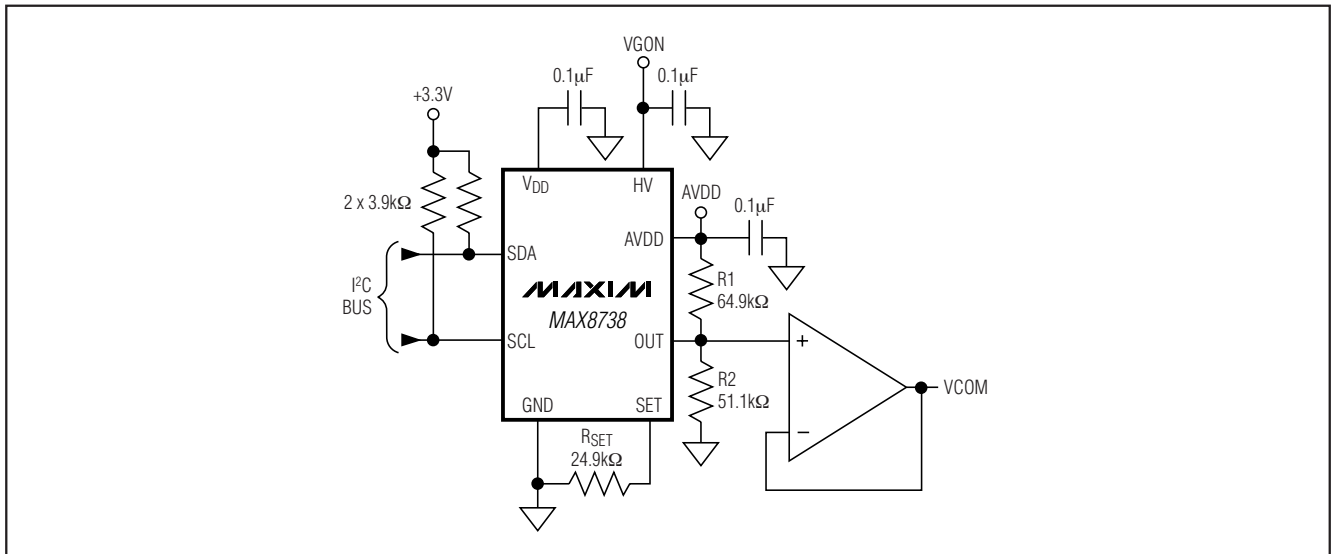
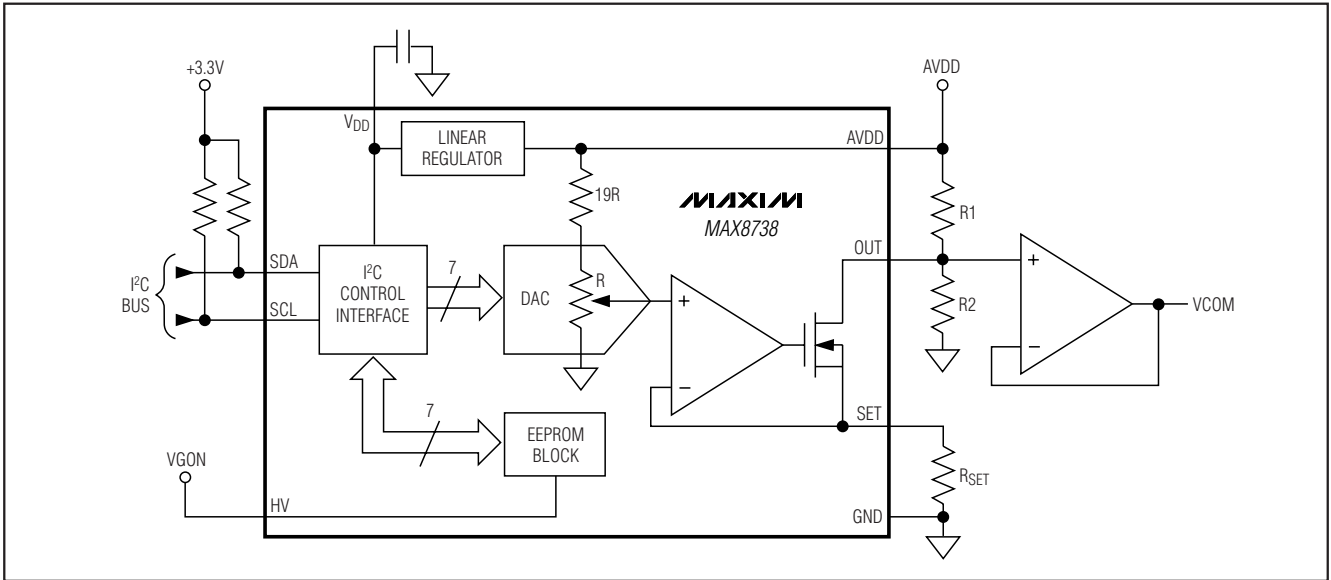

图2. 标准应用电路
图3. 简化功能框图
MAX8738是固态电位器，可以替换机械电位器，用来调节TFT LCD显示器的LCD背板电压（VCOM）。MAX8738连接一个外部电阻分压器，并吸收可编程电流（ I_{OUT} ），用来设置VCOM电压（见图2）。由内部7位DAC控制吸入电流，允许用户提高或降低VCOM电压（见图3）。DAC输出与 V_{AVDD} 成比例，并在整个工作范围内保证单调。用户可将DAC的设定值存储在内部EEPROM中。上电时，EEPROM将DAC预置到上一轮的存储值。通过LCD面板与编程电路之间的2线I²C接口调节DAC，并对EEPROM进行编程。
- 1) 将 VCOM 缓冲器和 R1/R2 组成的分压器靠近 OUT 引脚放置（见图 2）。